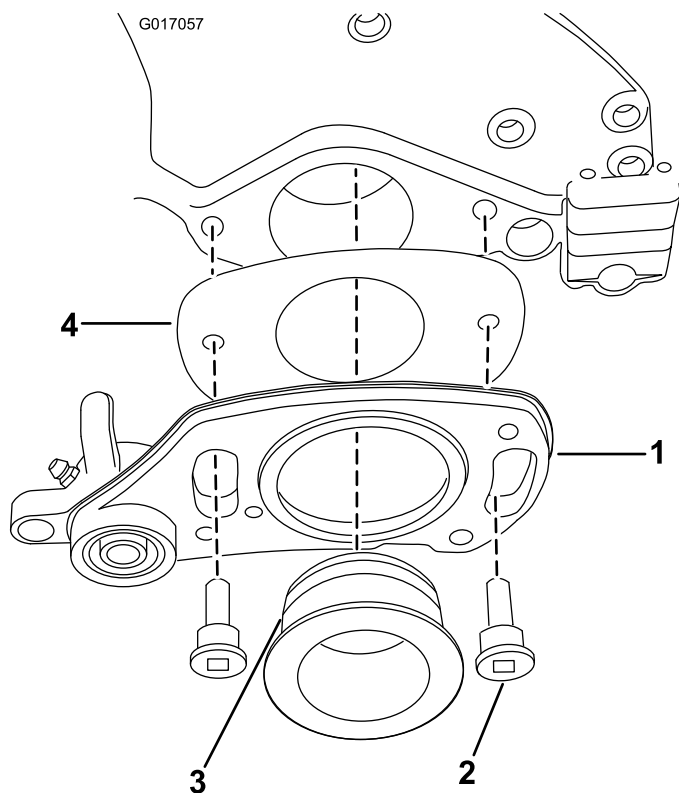

Figura 4
8. Fate scorrere la piastra di spessoramento dietro il gruppo di rotazione sinistro come mostrato in **Figura 4**.
9. Lubrificate leggermente l'O-ring e la perforazione pilota con del grasso (Figura 4).
10. Assicurate il gruppo di rotazione sinistro con 2 bulloni di spallamento come mostrato in Figura 4.